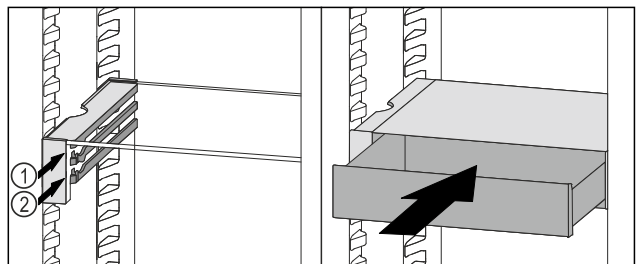

Fig. 59
- ▶ Поставете чекмеджето на VarioSafe зад ограничителите върху желаното ребро Fig. 59 (1) или Fig. 59 (2).